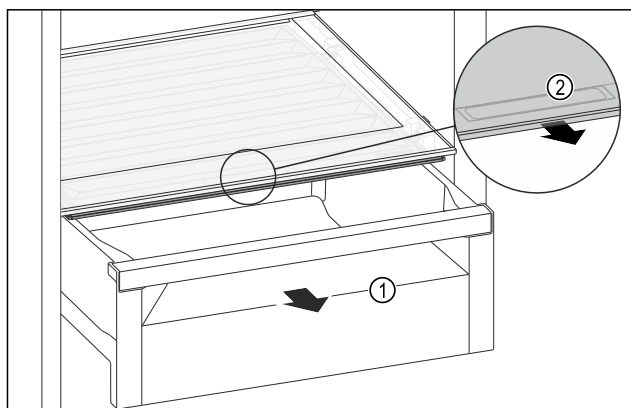

Fig. 83
- Retirer le tiroir Fig. 83 (1).
- Saisir la poignée encastrée Fig. 83 (2) du couvercle du compartiment et tirer le couvercle du compartiment par l'avant.